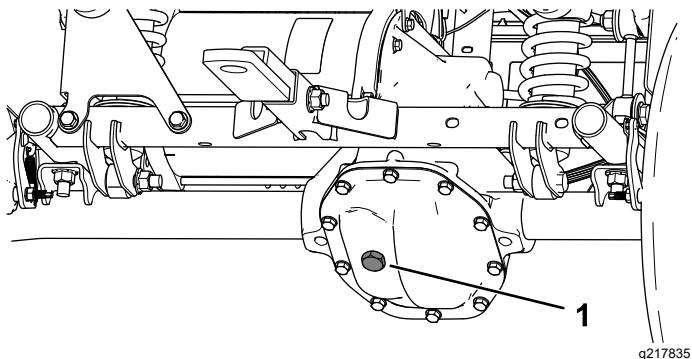

Figura 54
1. Retire el tapón de llenado del transeje (Figura 54).
2. Si el nivel de fluido es bajo, retire el tapón de llenado y añada el fluido especificado hasta que salga del orificio (Figura 54).
- Retire el tapón de llenado del transeje, y llene el transeje con el fluido especificado hasta que salga del orificio de llenado (Figura 54).